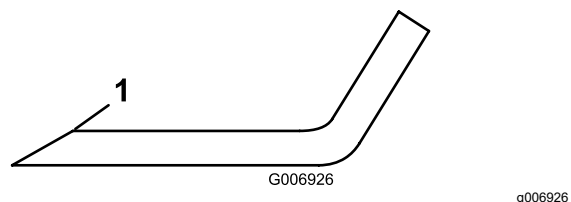

图 74
4. 检查所有刀片的刀刃。如果刀刃变钝或出现裂口则应打磨刀刃只打磨刀刃的边缘保持最初的切割角度以保证锋利度 图 74。